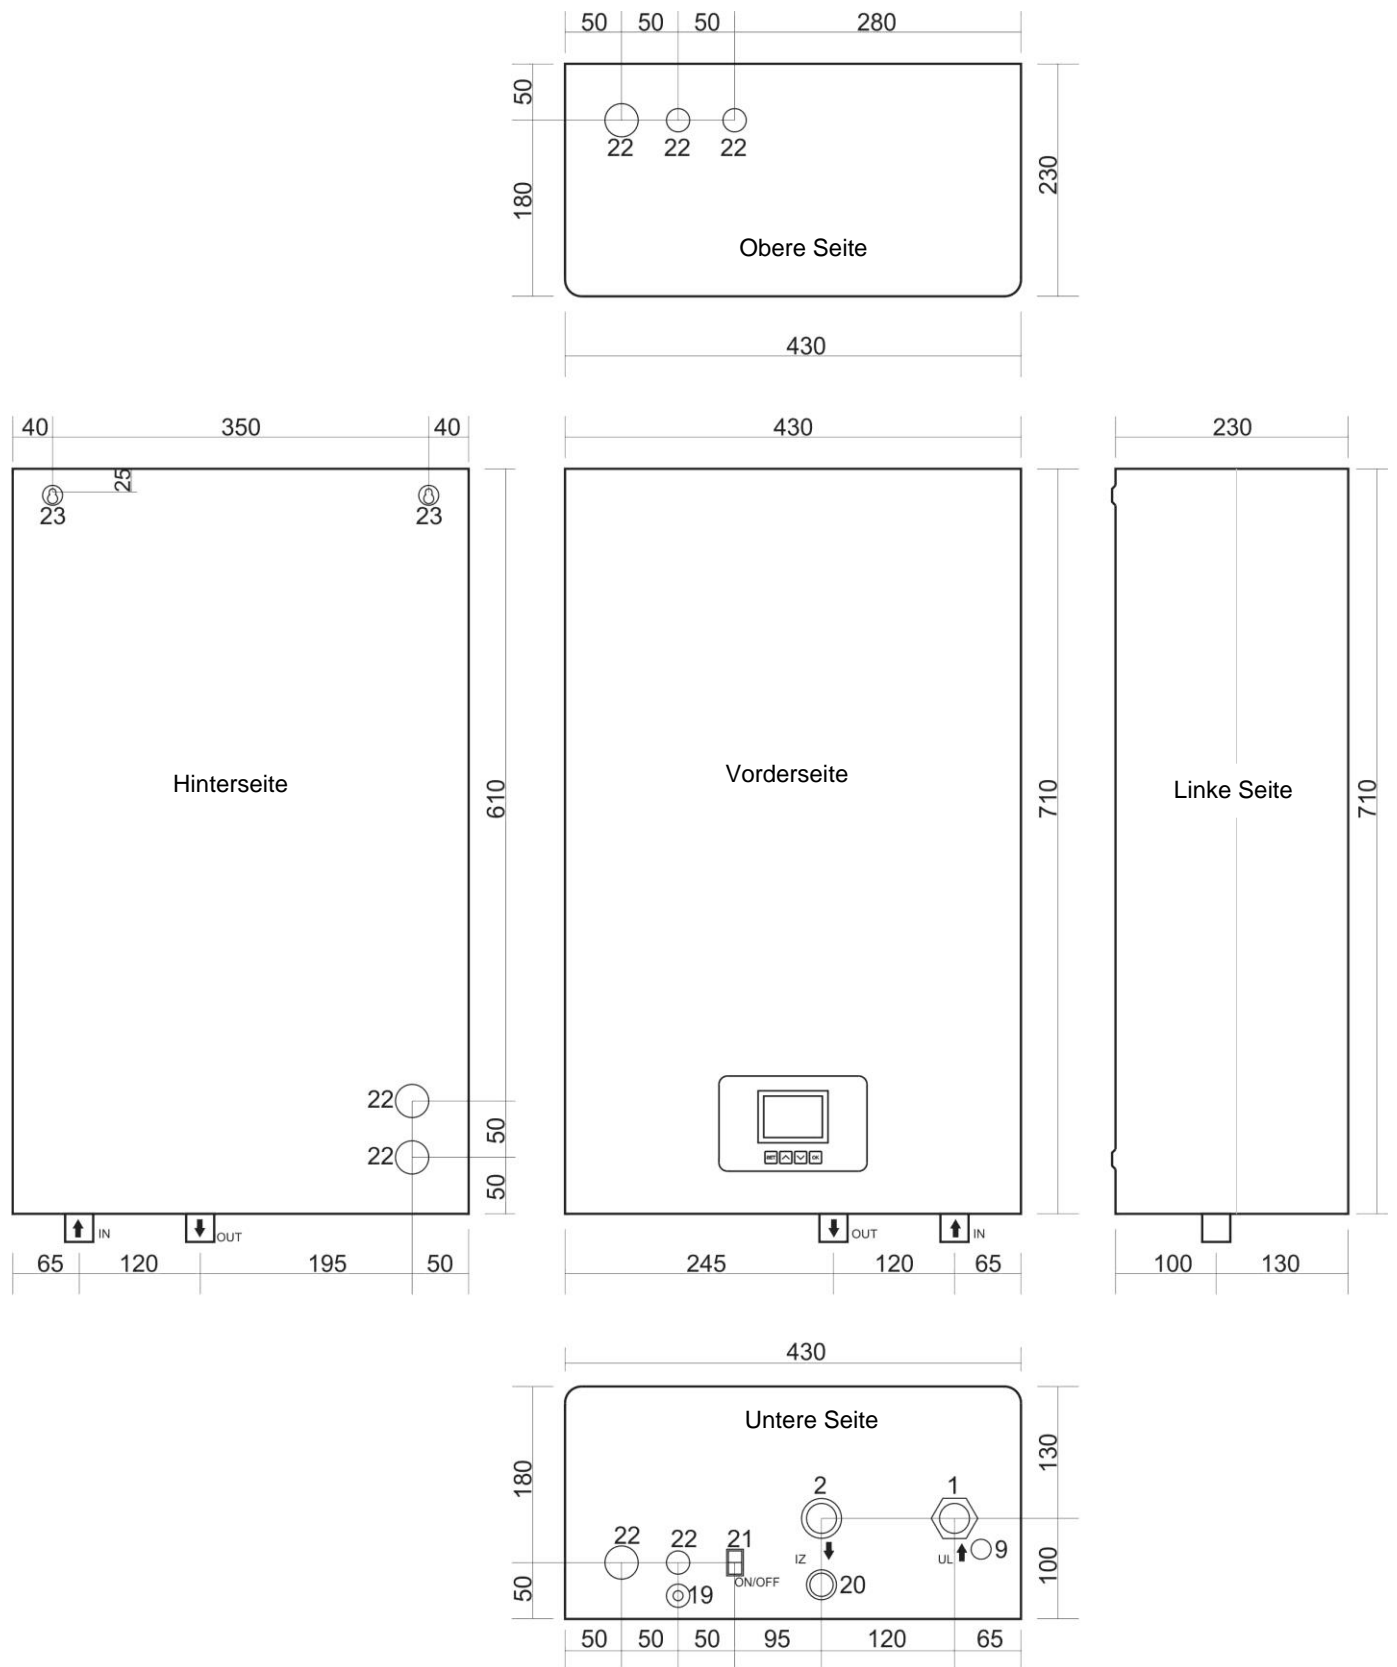

Bild 2: Maße und Anschlüsse
- ▶ Zeichnen Sie die Bohrlochpositionen für das Montageset gemäß den Abmessungen aus Abbildung 2.